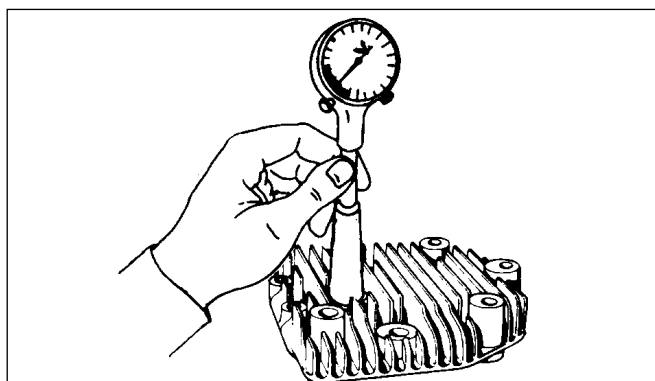
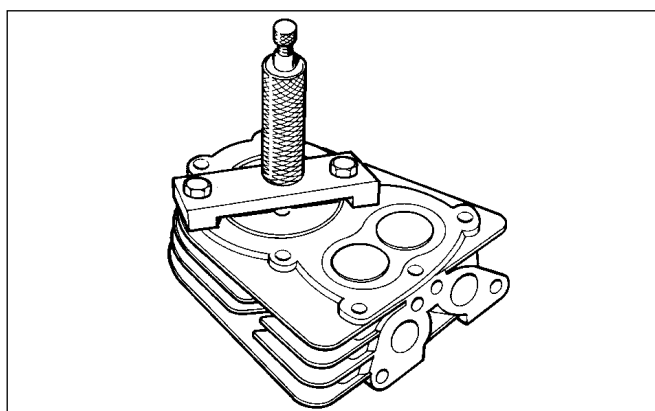

Abb. 21
Abb. 22
- Am genauesten läßt sich der Zündzeitpunkt einstellen, indem Sie den Zylinderkopf und die Zylinderkopfdichtung ausbauen, den Kolben in den oberen Totpunktbereich fahren und ein entsprechendes Zündzeitpunkt-Feinmeßgerät benutzen (Abb. 22). Stellen Sie den Zündzeitpunkt wie für Zweitaktmotoren beschrieben ein. Für das Einstellen des Zündzeitpunktes sind spezielle Einstellwerkzeuge erhältlich (Abb. 21 und Abb. 22).
- Das Zündzeitpunkt-Feinmeßgerät (Werkzeug-Nr. 670241, Abb. 21) kann ohne den Ausbau von Zylinderkopf und Zylinderkopfdichtung verwendet werden.